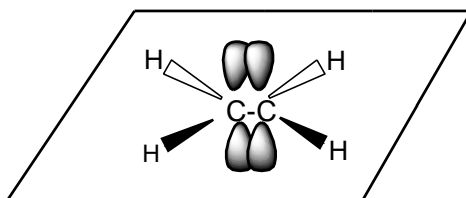

Рис. 8.2. Пространственное изображение молекулы этилена
8.3. Геометрическая (цис-транс-) изомерия. Геометрическая изомерия проявляется только в структурах, которым придает жесткость двойная связь или цикл. Рассмотрим причину жесткости двойной связи на примере строения молекулы этилена (рис.8.2). Связи С=С, изображаемые двумя одинаковыми черточками, являются разными по природе, хотя и объединены одним названием «двойная связь». Одна из них является σ -связью, а другая π -связью. Из четырех атомных орбиталей углерода, три находятся в состоянии sp^2 -гибридизации, образуют три одинаковые молекулярные гибридные орбитали, лежащие в одной плоскости и образующие друг с другом углы в 120° . Четвертая атомная p -орбиталь углерода остается неизменной и располагается перпендикулярно к плоскости гибридных орбиталей. P -орбиталь состоит из 2-х одинаковых половинок, одна «висит» над плоскостью гибридных орбиталей, а другая – под этой плоскостью.
На рис. 8.2 параллельные p -орбитали перекрываются сверху и снизу от плоскости, в которой лежат пять σ -связей молекулы, и образуют связь, называемую π -связью. Плоскости, в которых располагаются σ - и π -связи, перпендикулярны друг другу.